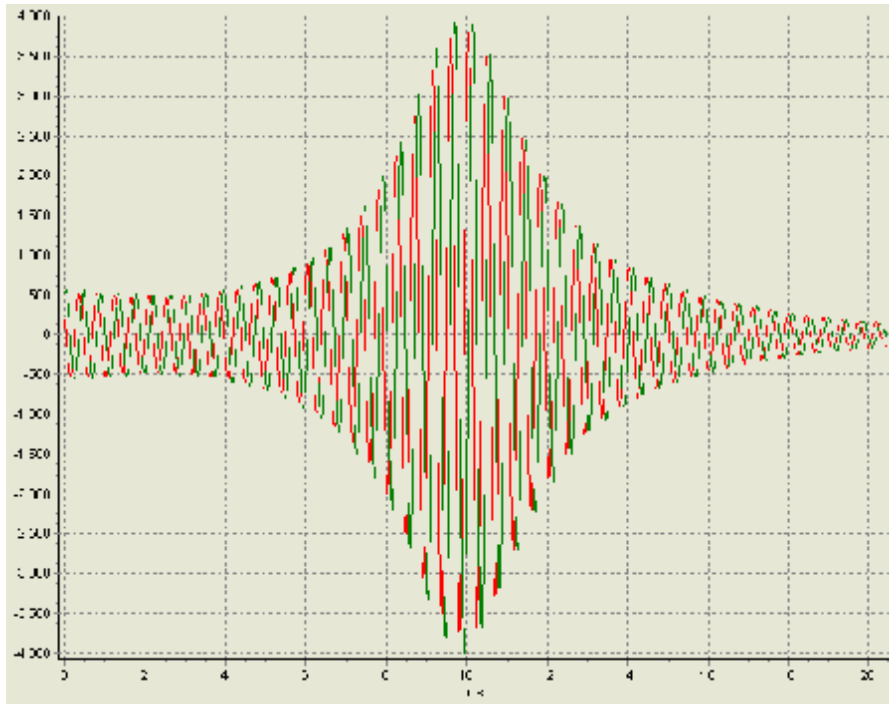

图 11 调节达到最佳状态的硬脉冲回波信号
11、将 90 度脉冲的脉宽 P1 设置为第二步找到的数值，然后从小到大调节 P2 的值，使回波信号幅值达到最大，一般 P2 和 P1 的大致关系为： $P2=2P1$ ，调节的最佳结果如图 11 所示。